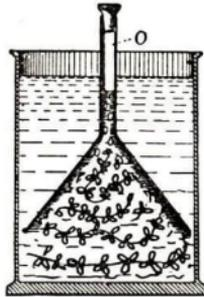

Abb. 411. Entwicklung von O_2
b) **Nachweis des ausgeatmeten Sauerstoffs**. Man fülle eine große Flasche (Abb. 411), die mit schwach kohlenensäurehaltigem Wasser gefüllt ist, mit Blättern (am besten empfiehlt sich Wasserpest = *Helodea canadensis*) und stelle sie ins **Sonnenlicht**. Es steigen dann fortgesetzt Gasblasen auf, die sich beim Auffangen als Sauerstoff erweisen.